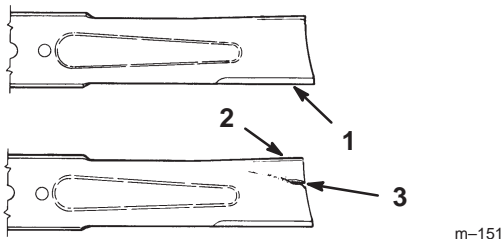

Figure 33
1. Inspectez les tranchants des lames (Fig. 33). Si elles ne sont pas tranchantes ou si elles présentent des indentations, déposez et aiguiser les lames (voir Aiguisage des lames, page 33).
2. Inspectez les lames, surtout la partie incurvée (Fig. 33). Remplacez immédiatement toute lame endommagée, usée ou qui présente une entaille (repère 3 de la Fig. 33).